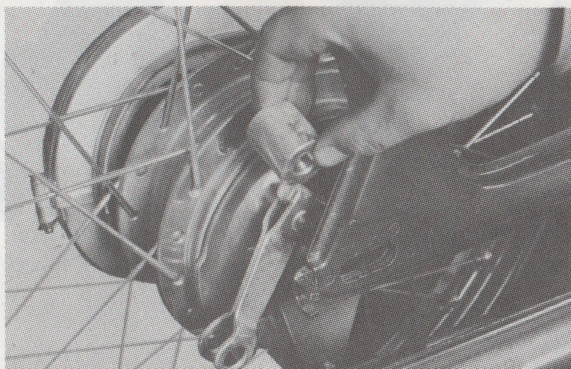

Fig. 3-12
- 3) Retirez l'entretoise. (Fig. 3-12)
- 3) Demonteer de afstandsbus. (Fig. 3-12)